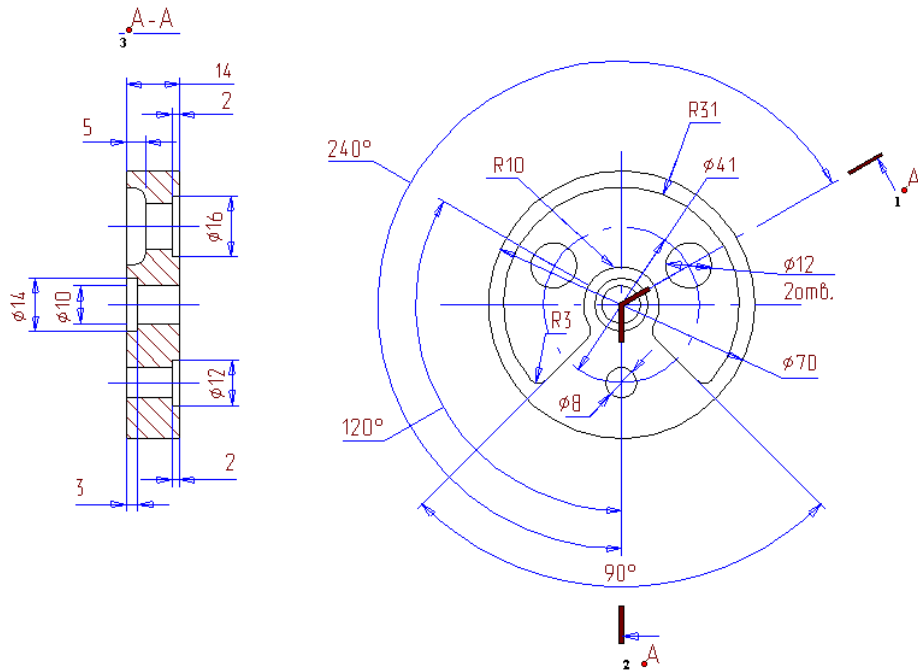

Рисунок 1.27 - Зображення ламаного розрізу
5. Перемістіть курсор до вертикальної осі симетрії і за допомогою клавіші <↓> (Стрілка вниз) встановіть положення першої точки лінії розрізу (рис. 1.27), точки 1.
7. Перемістіть курсор до перетину осей (рис. 1.27) точки 2 і натисніть ліву кнопку миші.
2. Клацніть лівою кнопкою миші у точки 3, введіть букви "А-А" і натисніть <Esc> (рис. 1.27).